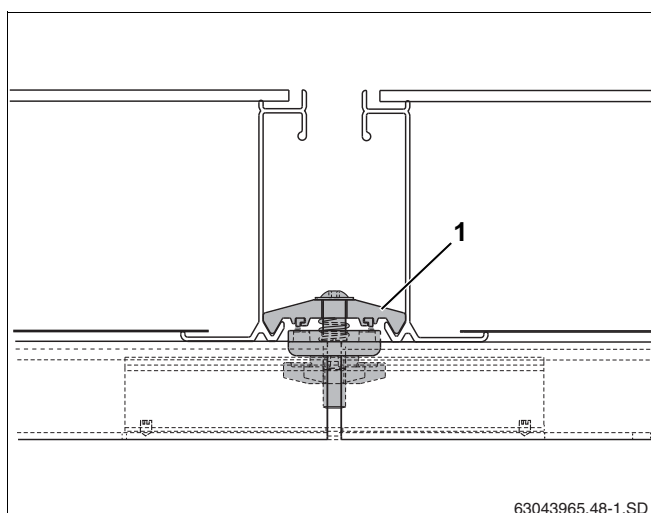

Fig. 51 Dobbeltsidet opspændingsanordning mellem 2 solfangere
Opspændingsanordningens nedholder (fig. 51, **pos. 1**) griber nu ind i den nederste solfangerkant.